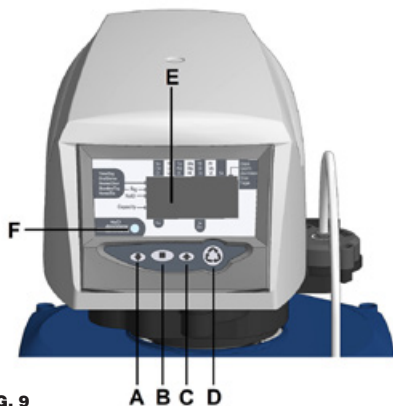

FIG. 9
- 1 valvola (fig. 1, A) modello 255 Autotrol con timer 740 Logix (fig. 9) con le seguenti caratteristiche: